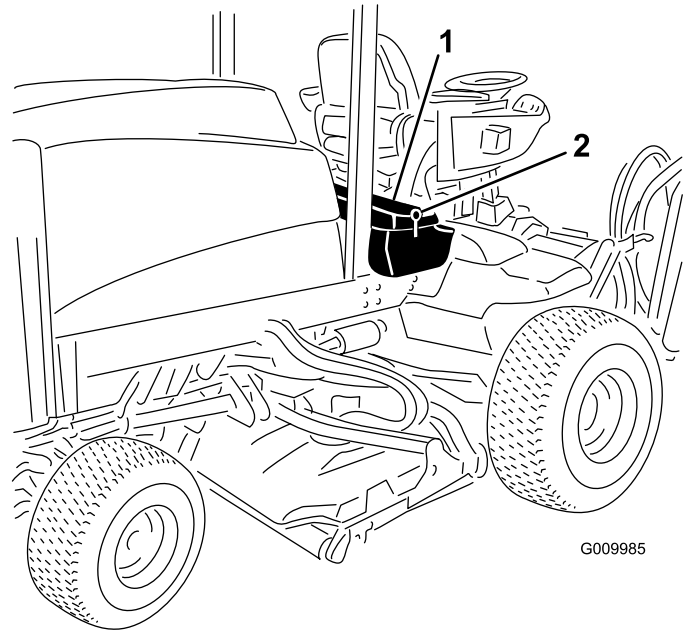
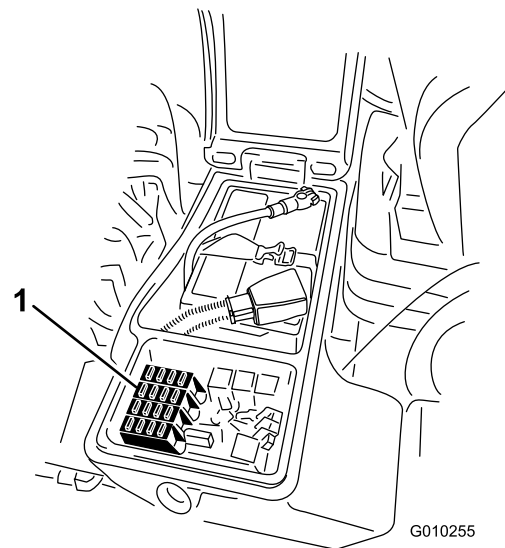

Figure 95
Figure 96
- Ouvrez le verrou du couvercle du bac de rangement droit et soulevez le couvercle (Figure 95) pour exposer le porte-fusibles (Figure 96).
- Remplacez le(s) fusible(s) dans les emplacements libres selon les besoins (Figure 96).
- Refermez le couvercle du bac de rangement droit et fixez-le avec le verrou (Figure 95).